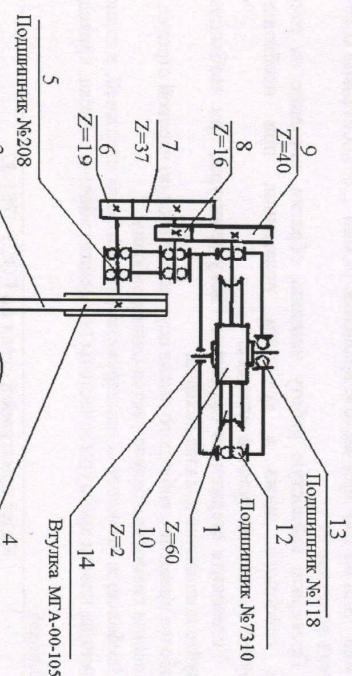

Рис. 4 Схема кинематическая.
Изделия из прутков арматуры с внутренним радиусом гиба 12 мм, изготавливаются при установке вилки (рис.6) вместо центрального ролика и кронштейна (рис. 7) вместо упорного ролика 5 (рис.4).
Привод машины осуществляется от электродвигателя 1 (рис. 4) через клиновоременную передачу 3 (обозначение ремня приведено в приложении А), шкив 4 и двухступенчатую зубчатую передачу 6, 7, 8, 9 к червяку 10 червячного редуктора. Валы зубчатых колес установлены в подшипниках 5 (обозначение подшипников приведено в приложении Б), червячное колесо 11 установлено в подшипнике 13 и подшипнике скольжения 14. Червяк 10 - в подшипнике 12 (обозначение подшипников приведено в приложении Б). На валу червячного колеса установлен гибочный диск
Изменение частоты вращения гибочного диска производится путем перестановки шестерен 6 и 7 местами (рис.4).
5.4.3 Установите шестерни 6 и 7 (рис.4) в соответствующий скоростной режим.